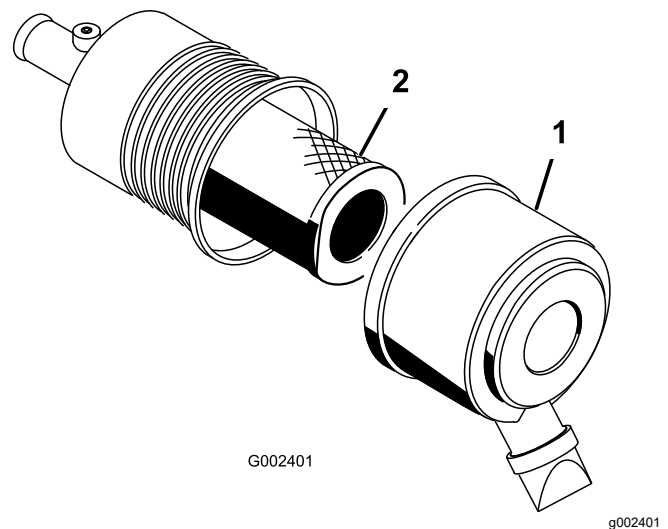

Figura 54
2. Abra los enganches que sujetan la tapa del limpiador de aire a la carcasa del limpiador de aire (Figura 54).
3. Retire la cubierta de la carcasa del limpiador de aire (Figura 54).
5. Retire y cambie el filtro (Figura 54).